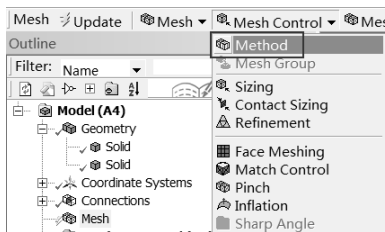

图 5-135 网格控制方法
Step4：选择 Outline 栏中的 Mesh 选项，此时会出现网格参数设置列表，选择 Mesh Control Method 命令，如图 5-135 所示。